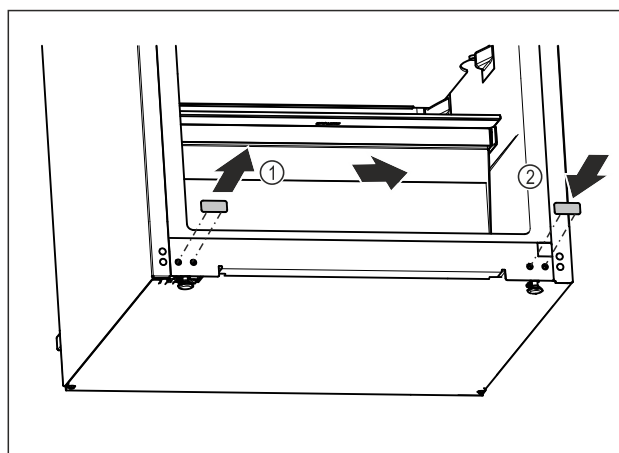

Fig. 13
- ▶ Dra ut täckplugg. Fig. 13 (1)
- ▶ Sätt in täckplugg på motsatta sidan. Fig. 13 (2)